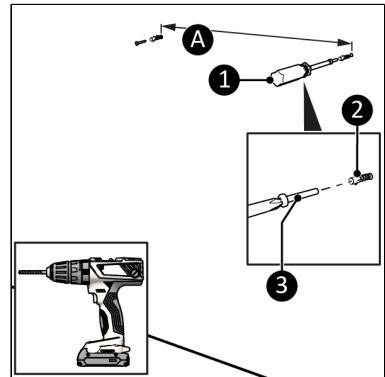

Abbildung 43.
8. Bohren Sie zwei Löcher mit einem Abstand von ca. 160 mm zwischen den Löchern (Abbildung 43, Pos. A). Und mit einem Mindestabstand vom Boden von:
9. Platzieren Sie die Wanddübel (Abbildung 43, pos. 2).
10. Schrauben Sie zwei große Schrauben (Abbildung 43, Pos. 3) mit einem Kreuzschlitzschraubendreher (Abbildung 43, Pos. 1) in die Wand. Lassen Sie die Schrauben einige Millimeter aus der Wand herausragen.